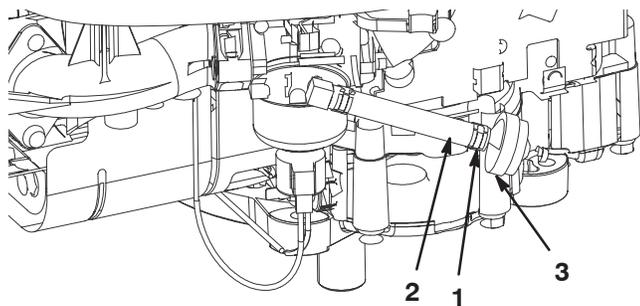

Figure 25
8. Pincez les extrémités du collier de fixation et poussez le collier en haut de la conduite d'alimentation, en direction du réservoir de carburant (Fig. 25).
9. Débranchez la conduite d'alimentation du filtre (Fig. 25) et laissez l'essence s'écouler dans un bidon ou un bac de vidange.
Remplacez le filtre à carburant toutes les 100 heures de fonctionnement ou une fois par an, le premier des deux prévalant. Le meilleur moment pour remplacer le filtre à carburant (Fig. 25) est lorsque le réservoir à carburant est vide. Ne remontez jamais un filtre sale après l'avoir enlevé de la conduite d'alimentation.
7. Pincez les extrémités des colliers et faites glisser ceux-ci pour les éloigner du filtre (Fig. 25).